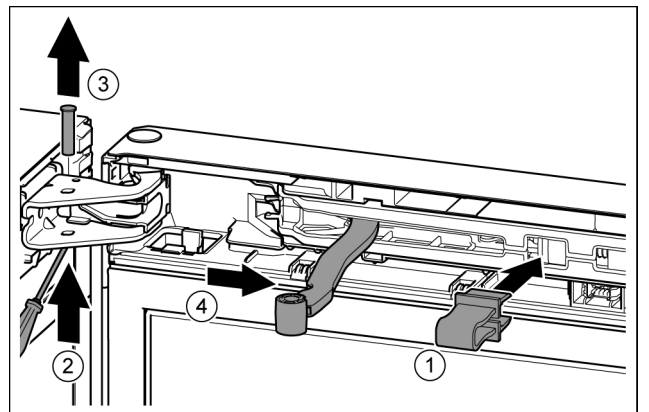

Fig. 10
▶ Fixați în poziție siguranța în deschizătură. Fig. 10 (1)
▶ Împingeți afară bolțul cu șurubelnița. Fig. 10 (2)
▶ Extrageți în sus bolțul. Fig. 10 (3)
▶ Rotiți articulația în direcția ușii. Fig. 10 (4)